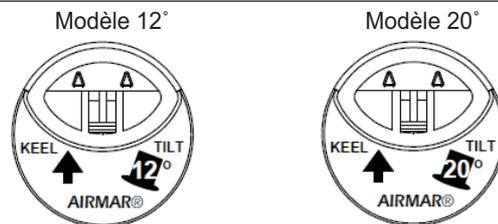
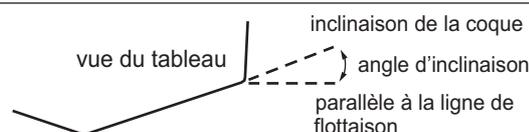

Figure 1. Partie supérieure de la sonde (B619 indiqué)
Figure 2. Angle d'inclinaison de la coque
Vérifiez que l'angle d'inclinaison de votre modèle de sonde correspond à l'angle d'inclinaison de votre bateau à l'emplacement de montage. L'angle d'inclinaison est imprimé sur le dessus de la sonde (voir Figure 1). Pour mesurer l'angle d'inclinaison de votre coque à l'emplacement de montage sélectionné, utilisez un détecteur d'angle ou un niveau numérique (voir la Figure 2).
- De l'extérieur de la coque, passez le câble dans le trou de montage. Poussez le passe coque dans le trou de montage en exerçant une torsion afin d'évacuer tout excédent de mastic. **Modèles 12° et 20° :** de l'extérieur de la coque, orientez la flèche sur la partie supérieure de la sonde (et la sortie du câble) vers la QUILLE ou la ligne axiale du bateau (voir la Figure 1). Ceci alignera l'angle de l'élément à l'intérieur de la sonde avec l'angle d'inclinaison de votre coque.